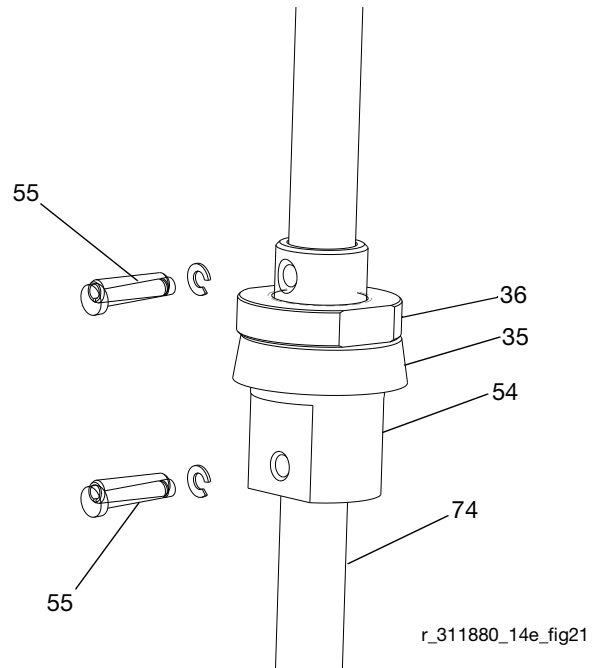

FIG. 21
10. Rimuovere i perni (55). Vedere FIG. 21.